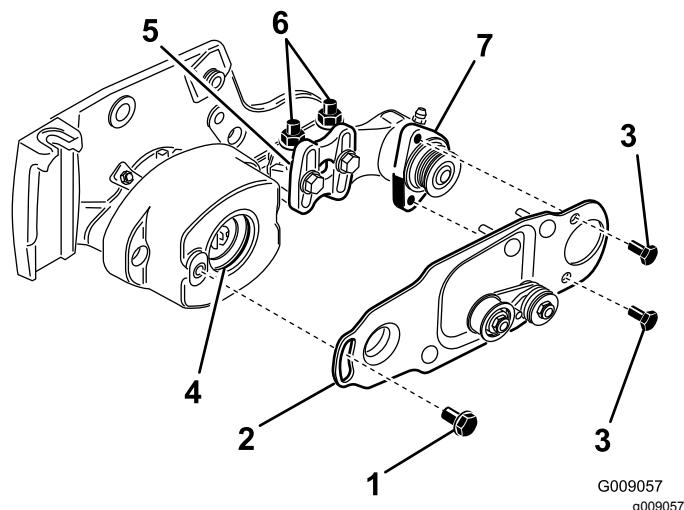

Figura 11
10. Aplique una película de grasa al interior del anillo de goma del alojamiento del cojinete (Figura 11).
11. Afloje, pero no retire, los pernos que sujetan el alojamiento del cojinete del cepillo de rodillo al soporte de montaje del cepillo de rodillo (Figura 11).
12. Instale la placa de pivote del cepillo del rodillo (Figura 11).
13. Aplique Loctite 243 (azul) en los 2 pernos de 5/16" x 5/8" y utilícelos para montar la placa del cepillo en el alojamiento del cojinete del cepillo de rodillo (Figura 11).
del cepillo de rodillo a la chapa lateral de la unidad de corte (Figura 11).
- Gire el alojamiento del cojinete del cepillo del rodillo hasta que quede paralelo a la chapa lateral de la unidad de corte (Figura 11).
- Apriete las 2 contratuercas con arandela prensada que sujetan el soporte de montaje del cepillo de rodillo a la chapa lateral de la unidad de corte (Figura 11).
18. Aplique Loctite 243 (azul) al perno de cuello largo (Figura 11). Sujete la placa del cepillo al alojamiento del cepillo del rodillo con el perno de cuello largo. (Figura 11).